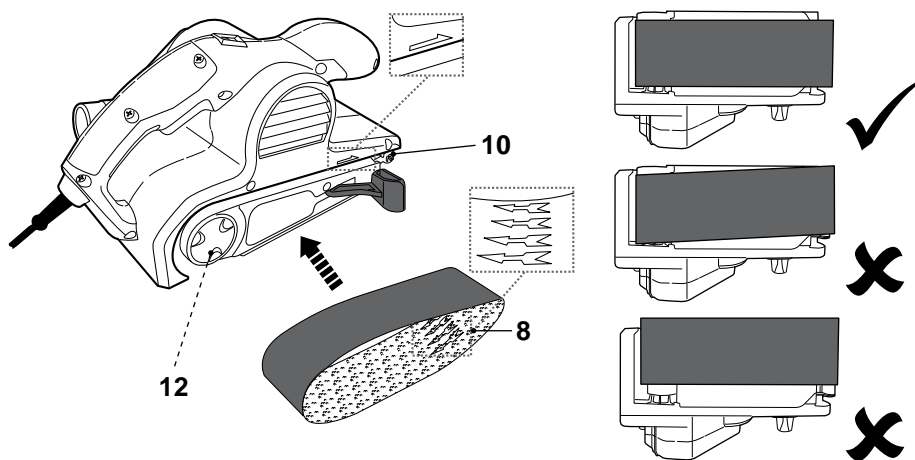

Fig. 2
- > Prenez note de la direction de rotation indiquée à l'intérieur de la bande abrasive. Alignez la bande abrasive [8] sur la direction indiquée sur le boîtier du produit, et glissez-la sur le rouleau avant [10] et le rouleau de transmission [12] (Fig. 2).